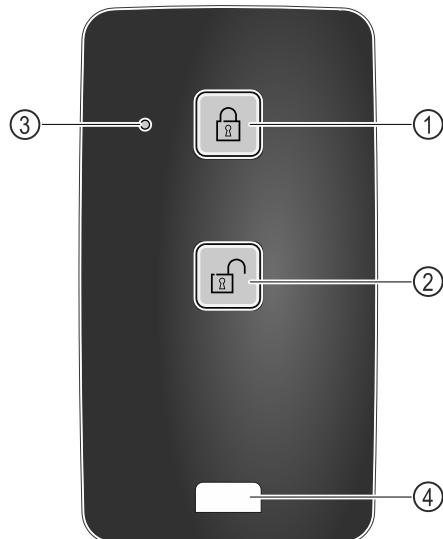

Fig. 210
- Πατήστε το πλήκτρο Fig. 210 (1) στο τηλεχειριστήριο.
- Πατήστε το πλήκτρο Fig. 210 (2) στο τηλεχειριστήριο.
- Το LED κατάστασης Fig. 210 (3) παρέχει μια οπτική απόκριση με το πάτημα του πλήκτρου.
- Κρίκος Fig. 210 (4) για στερέωση του τηλεχειριστηρίου, για παράδειγμα σε ένα μπρελόκ.